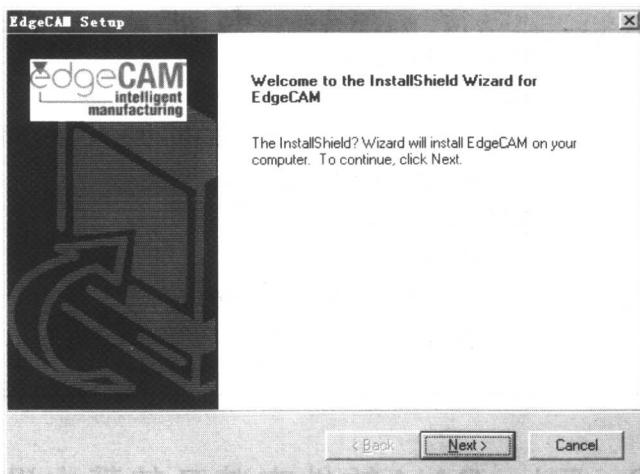

图 1.3 安装向导
- (3) 安装向导自动启动，如图 1.3 所示。用户可根据安装向导提示的步骤和要求来完成整个安装过程，这里直接单击【Next(下一步)】按钮。